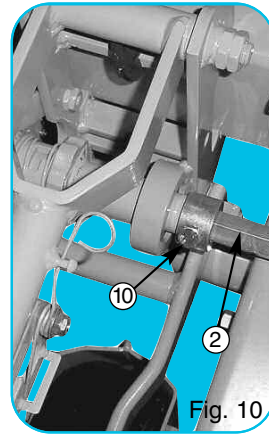

Fig. 10
- L'axe hexagonal supérieur ② se bloque en position par les vis des 2 bagues ⑩ (fig. 10).
- The upper hexagonal shaft ② is locked in position with the bolts of the 2 bushing stops ⑩ (fig. 10).
- Die obere Sechskantwelle ② wird durch die zwei Feststellringe ⑩ – Abb. 10 – blockiert.